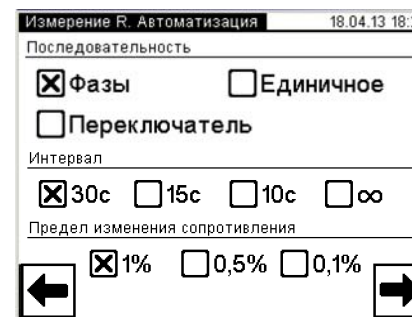
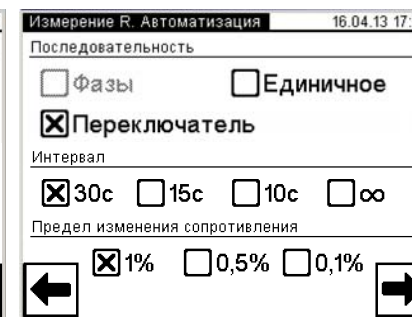

Рисунок 6.39
Рисунок 6.40
мерение R. Автоматизация" нажать кнопку  (рисунок 6.16). Если в окне (рисунок 6.38) выбран один из переключателей и измеряется сопротивление обмоток трехфазного трансформатора, на экране появится окно (рисунок 6.39), если однофазного трансформатора – окно (рисунок 6.40).
13) Выбрать вариант последовательности выполнения измерений в окне "Измерение R. Автоматизация", например (рисунок 6.39 или 6.40).
14) Выбрать критерий установившегося показание Измерителя: интервал времени и предел изменения показаний сопротивления в течение выбранного интервала, для чего нажать в соответствующих полях "Интервал" и "Изменение сопротивления" (рисунок 6.39 или 6.40).
15) Перейти в окно "Измерение R. Обмотка ВН" или "Измерение R. Обмотка СН", для чего нажать на кнопку  (рисунок 6.39 или 6.40). Если измеряется сопротивление обмоток АВ, ВС, СА трехфазного трансформатора, то на экране появится окно (рисунок 6.41), если однофазного трансформатора – окно (рисунок 6.42).
Если выполняется измерение трехфазного трансформатора и в окне "Измерение R. Автоматизация" (рисунок 6.40) выбран вариант "Переключатель", то необходимо:
Если выполняется измерение однофазного трансформатора и в окне "Измерение R. Автоматизация" (рисунок 6.40) выбран вариант "Переключатель", то необходимо: